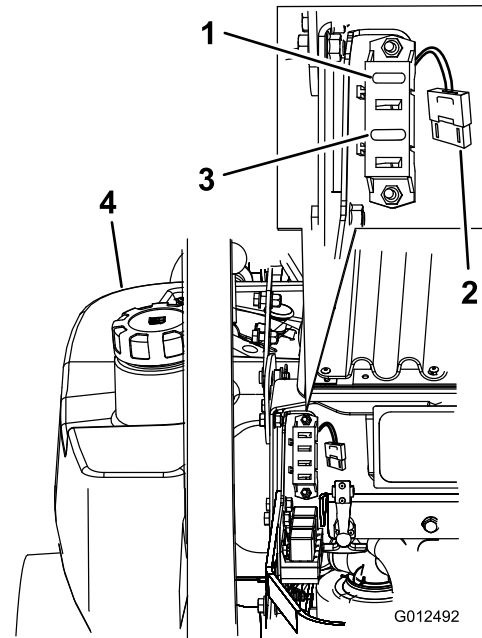

Bild 51
1. Entriegeln Sie die Motorhaube und heben Sie sie an, um die Sicherungsfassung zugänglich zu machen (Bild 51).
3. Setzen Sie eine neue Sicherung ein (Bild 51).